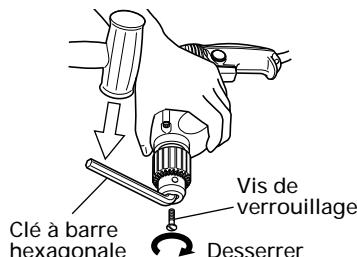

Fig. 7
- (1) Retrait du mandrin de la perceuse (Fig. 7)